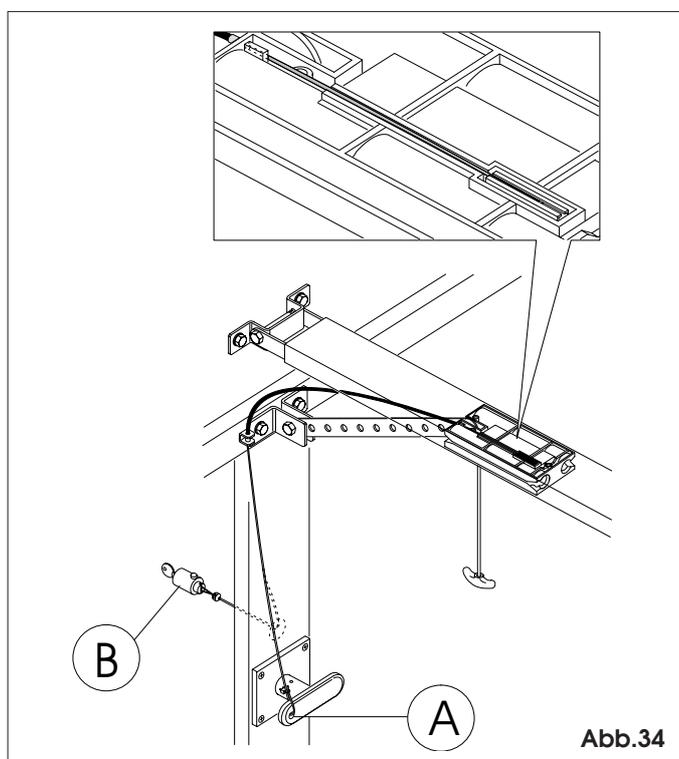

Abb.34
- mit Griff (Abb.34 Bez. A)
- mit Schlüssel (Abb.34 Bez.B).